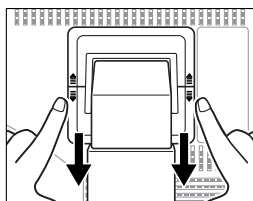

Abb. S.2
4. Drücken Sie mit Ihrem Zeigefinger auf den mit "▼" markierten Bereich, gleichzeitig die Abdeckung des unteren Gestells schieben. (Abb. S.2).